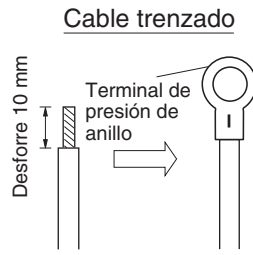
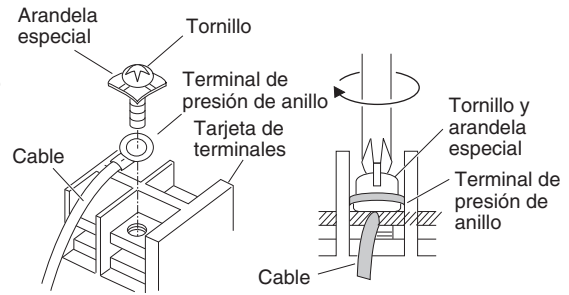

Fig. 4-7
Fig. 4-8
- (1) Corte el extremo del cable con alicates de corte, quite el aislante para exponer los conductores trenzados unos 10 mm y retuerza con fuerza los extremos de los conductores. (Fig. 4-7)
- (2) Utilizando un destornillador de cabeza Phillips, extraiga los tornillos del terminal de la placa de los terminales.
- (3) Utilizando un fijador de conector de anillo o alicates, fije con seguridad cada extremo del cable trenzado con un terminal de presión de anillo.
- (4) Ponga el terminal de presión de anillo y vuelva a colocar y a apretar el tornillo del terminal extraído con un destornillador. (Fig. 4-8)